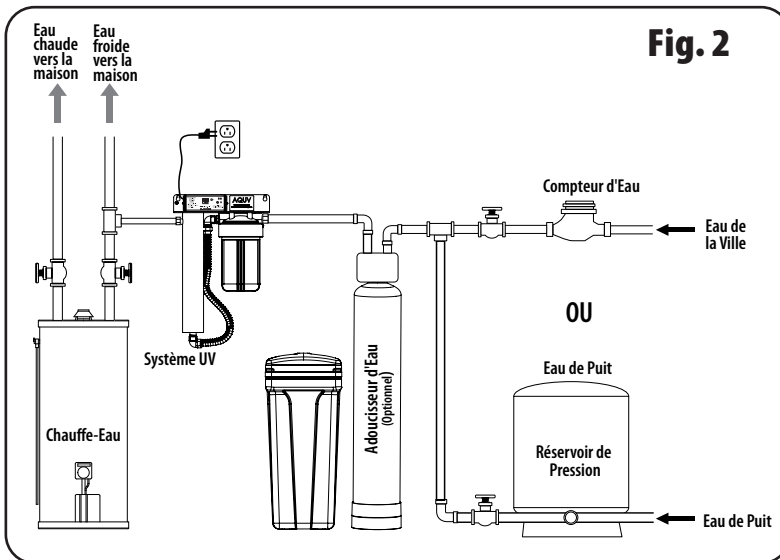

Fig. 2
Si votre eau provient d'un puits ou d'un lac/rivière, etc., le système UV doit être installé après votre pompe et votre réservoir sous pression. Pour éviter d'endommager le système UV, ne l'installez pas entre la pompe du puits et le réservoir sous pression. Si vous avez installé d'autres filtres/conditionneurs d'eau, tels qu'un adoucisseur/filtre à fer, etc., le système UV doit toujours être installé comme dernière étape du traitement avant que les conduites d'eau ne se divisent en eau chaude et eau froide (Fig 2).
- Installez la nouvelle plomberie en utilisant (Fig 2) comme référence pour savoir à quoi devrait ressembler l'installation finale.